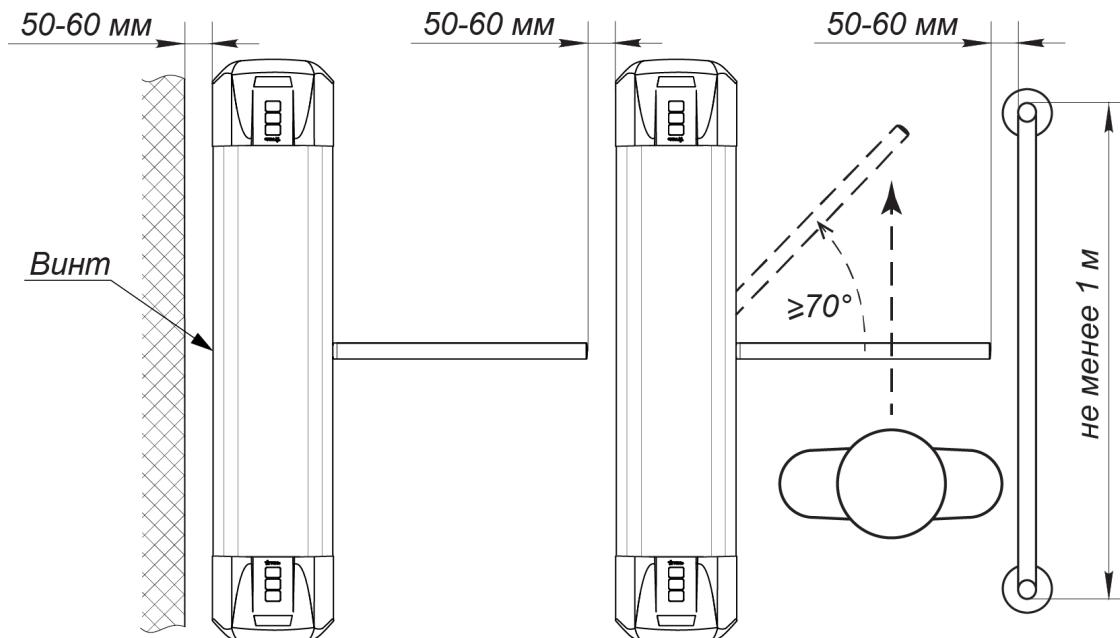

Рисунок 10. Рекомендации по организации зоны прохода
2. Ключом шестигранным SW2,5 через отверстие в задней стенке турникета выверните до упора винт установочный (14), фиксирующий крышку (3) (см. рис. 10).
3. Аккуратно поднимите крышку (3) вверх за заднюю кромку и, поворачивая в направлении планок преграждающих, снимите ее со стойки; при снятии крышки будьте внимательны, не повредите плату управления, расположенную под ней.
При проходе через турникет, в случае работы турникета под управлением контроллера СКУД, для регистрации события прохода необходимо осуществить поворот преграждающих планок на угол не менее 70°. Для обеспечения такого угла поворота при организации зоны прохода следуйте рекомендациям, приведенным на рис. 10.
При установке турникета необходимо оставлять зазор не менее 50 мм между задней стенкой турникета и стеной для обеспечения доступа к установочному винту (14), фиксирующему крышку (см. рис. 10).